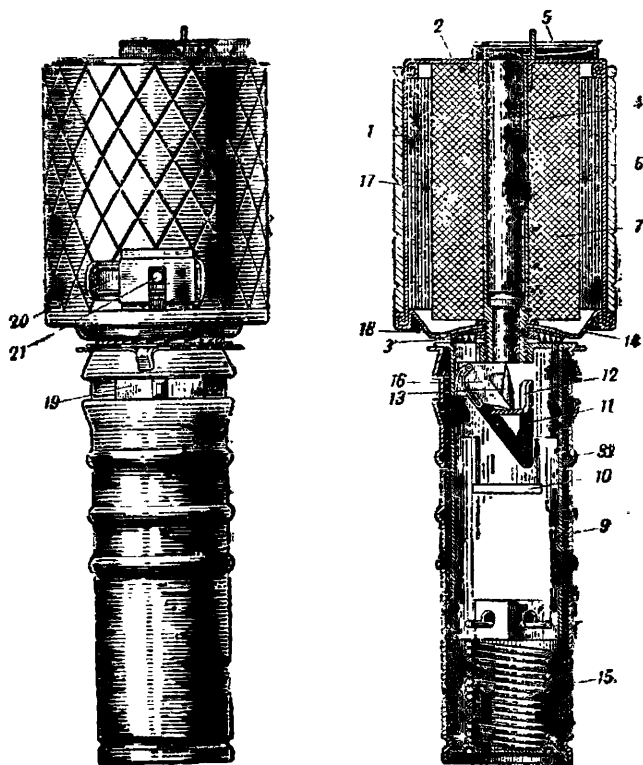

Рис. 1. Общий вид гранаты обр. 1933 г.
4. Ручная граната обр. 1933 г. (рис. 1) принадлежит к типу осколочных наступательно-оборонительных гранат дистанционного действия. Запал гранаты воспламеняется в момент броска ее, граната же взрывается через 3,5—4 сек. после воспламенения запала. Граната взрывается в воде, снегу, грязи и т. п.